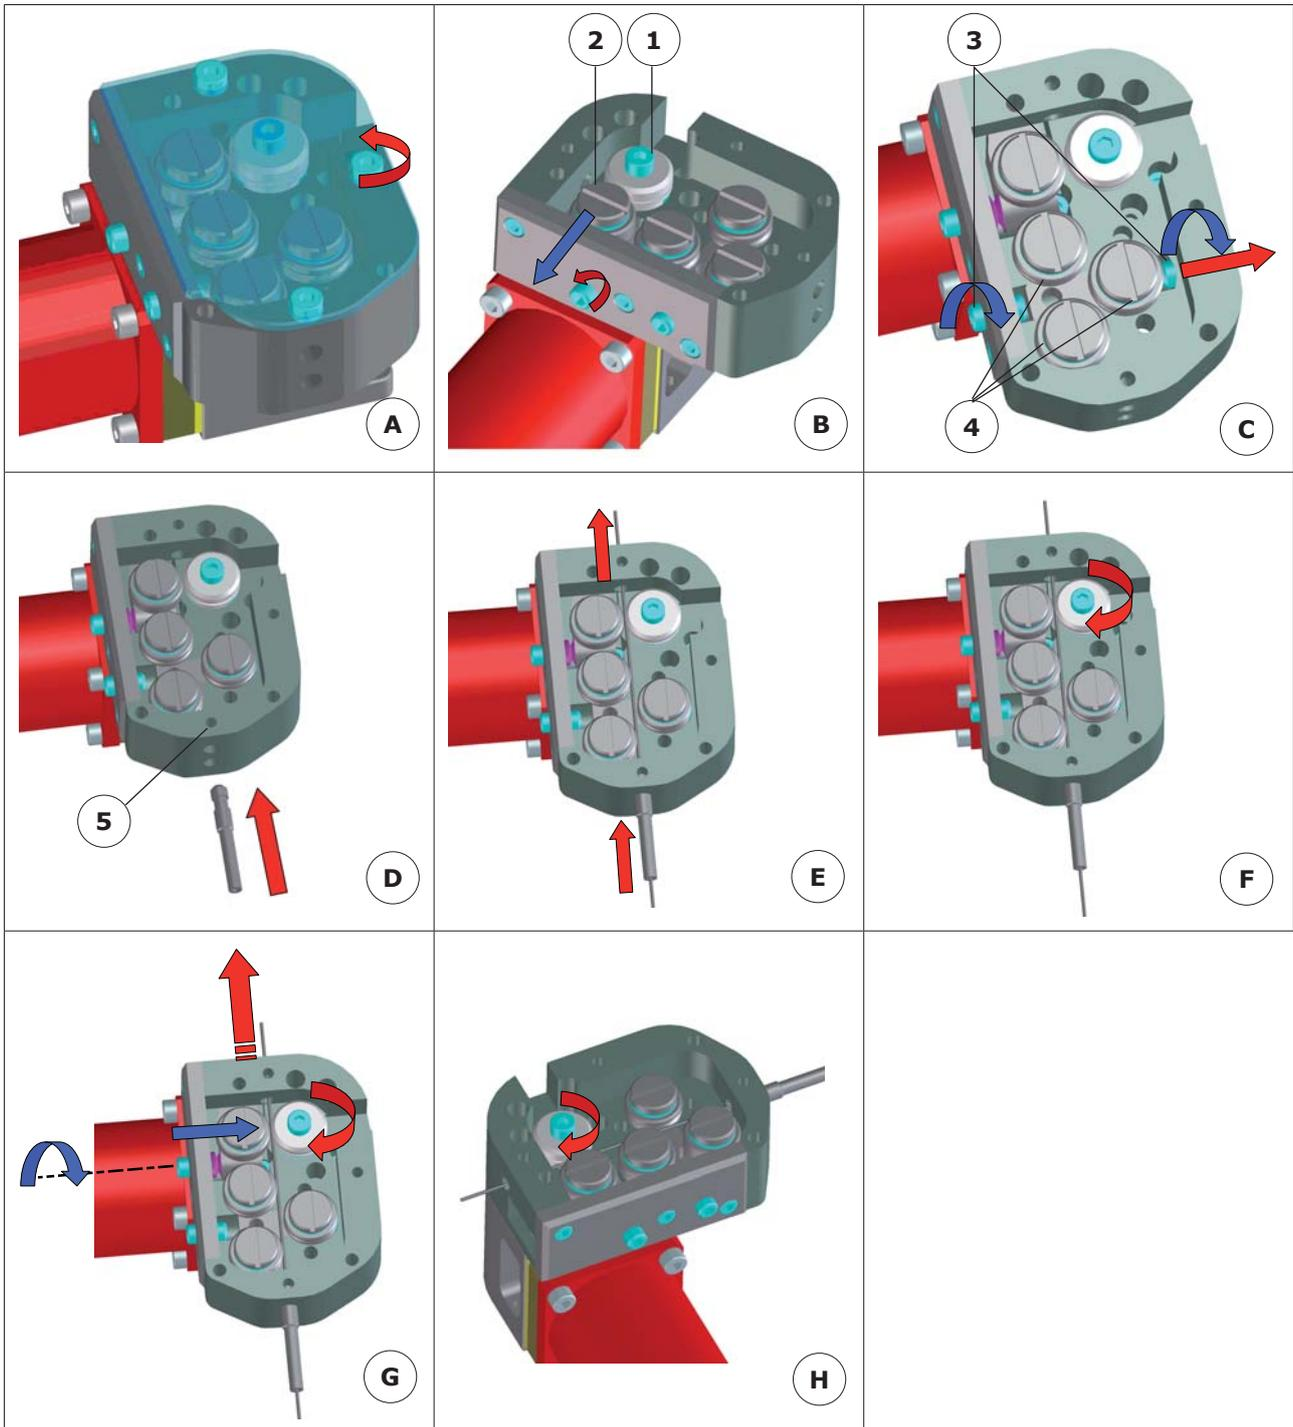

Abb.5.2. – Einfädeln des Drahtes
- Die Zylinderschraube mit Innensechskant M3 lösen und die Abdeckung entfernen (Abb. 5.2 - Ansicht A).
- Die Einstellschraube für den Anpressdruck der Antriebsrolle des Drahtvorschubs lockern, um die Anpressrolle (Abb. 5.2 - Index 2) von der Antriebsrolle (Abb. 5.2 - Index 1) zu lösen.
- Die eine oder die andere Einstellschraube (Abb. 5.2 - Index 3) des Richtwerkes (Abb. 5.2 - Index 4) lösen oder festziehen, um die Richtrollen voneinander zu lösen (Abb. 5.2 - Ansicht C).
- Den Drahtführungsschlauch (Abb. 5.2 - Ansicht D) von der der Drahtspule zugewandten Seite in den Drahtfördermechanismus einführen und mit der Schraube (Abb. 5.2 - Index 5) befestigen.
- Den Draht von der der Drahtspule zugewandten Seite in den Drahtführungsschlauch einführen (Abb. 5.2 - Ansicht E).
- Die Drahtförderrollen in Drehung versetzen (Abb. 5.2 - Ansicht F).
- Die Einstellschraube für den Anpressdruck der Antriebsrolle des Drahtvorschubs eindrehen, bis diese fasst, dann noch um 1/4 Drehung weiterdrehen (Abb. 5.2 - Ansicht G).
- Die Abdeckung aufsetzen und mit der Zylinderschraube mit Innensechskant M3 (Abb. 5.2 - Ansicht A) befestigen.